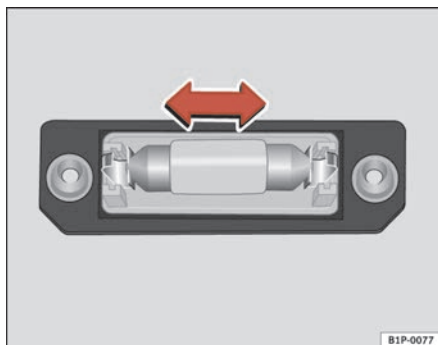

Fig. 222 Luce targa
- Rimuovere la lampada, movendola verso l'esterno nel senso della freccia ⇒ fig. 222.